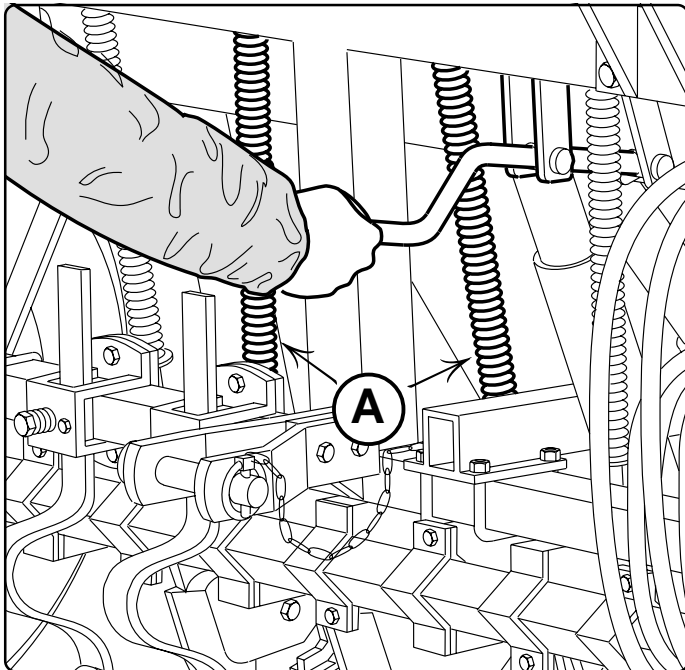
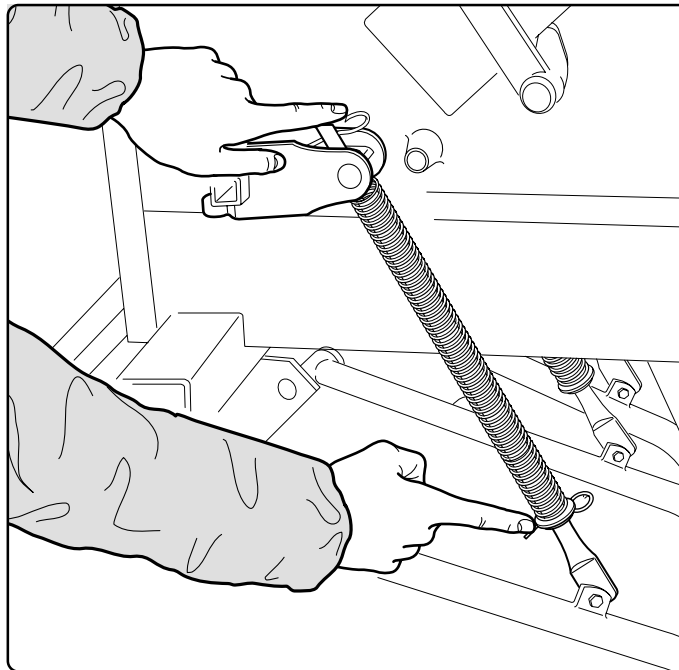

Fig. 15
Fig. 16
Per una buona emergenza dei germogli è importante collocare il seme alla giusta profondità nel letto di semina. La profondità di semina viene regolata, contemporaneamente per tutti gli assolcatori, tramite la manovella (Fig.15) la quale consente se girata in senso orario di comprimere le molle di pressione (A Fig.15), conferendo mag-
*Good sprouting requires the seed to be sown at the right depth in the bed. Sowing depth is adjusted for all listers by using the crank (Fig. 15), which when turned clockwise compresses the pressure springs (A Fig. 15) to exert greater thrust on the listers and therefore pushes the seed deeper into the soil.*
Damit die Sproßen richtig treiben können, ist es wichtig, den Samen im Aussaatbett in der richtigen Tiefe einzupflanzen. Die Aussaattiefe wird gleichzeitig für alle Säscharenreisser mittels der Kurbel (Abb. 15) eingestellt, die es ermöglicht, bei Drehung in den Uhrzeigersinn die Druckfedern (B Abb. 15) zusammenzudrücken und somit
*Pour une bonne émergence des pousses il est important de mettre la graine à la profondeur exacte dans le lit de semence. La profondeur d'ensemencement est réglée simultanément pour tous les socs par la manivelle (Fig. 15) qui permet (rotation dans le sens des aiguilles d'une montre) de comprimer les*
Para una buena germinación, es importante que se coloque la semilla en el lecho de siembra a una profundidad adecuada. La profundidad de la siembra se regula, al mismo tiempo para todos los surcadores, mediante la manivela (Fig. 15). Si ésta última se gira en el sentido dextrorso, permite
giore spinta agli assolcatori e quindi automaticamente una caduta più profonda del seme nel terreno. Si può ulteriormente regolare la pressione singolarmente agendo sulle molle variando la posizione della spina (Fig.16).
*Pressure can be individually adjusted by changing the position of the spring pegs (Fig. 16).*
den Sächarreißern grösseren Schub zu verleihen und daher automatisch einen tieferen Fall des Samens in das Erdreich. Der Druck kann weiterhin einzeln geregelt werden, indem man durch Verstellung des Stifts (Abb. 16) auf die Federn einwirkt.
*ressorts de pression (A Fig. 15) et de donner une poussée accrue au socs, en assurant ainsi automatiquement une chute plus profonde des graines dans le terrain. On peut encore régler séparément la pression par l'utilisation des ressort et le changement de la position de la goupille (Fig. 16).*
comprimir los muelles de presión (A Fig. 15), otorgando mayor empuje a los surcadores y por lo tanto automáticamente una caída más profunda de la semilla en el terreno.
Asimismo, se puede regular la presión por separado obrando sobre los muelles y variando la posición de la clavija (Fig. 16).